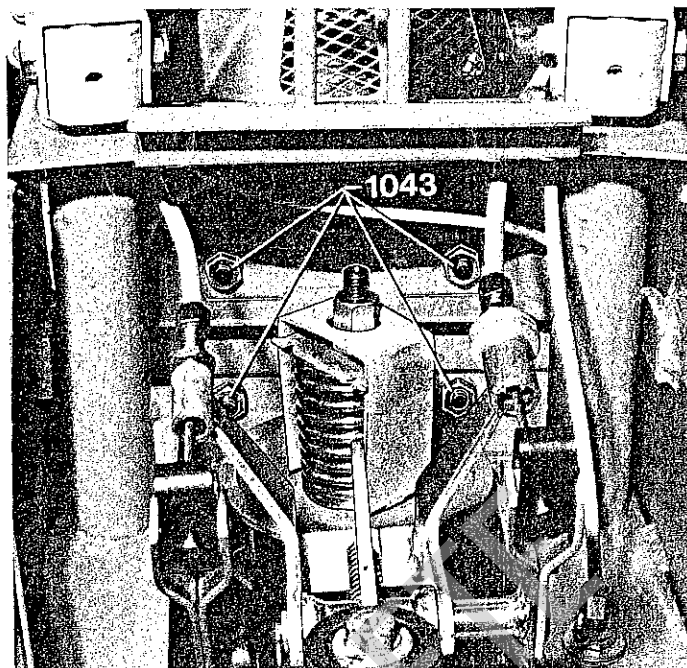

Abb. 4
- 3.) 4 Sechskantmuttern M10 (1043 Abb. 4) demontieren. Motor (1040) abnehmen. Montage des Motors (1040) umgekehrte Reihenfolge.